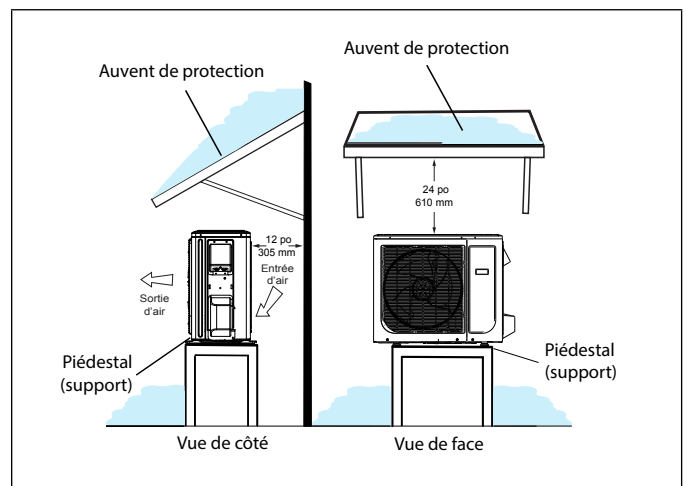
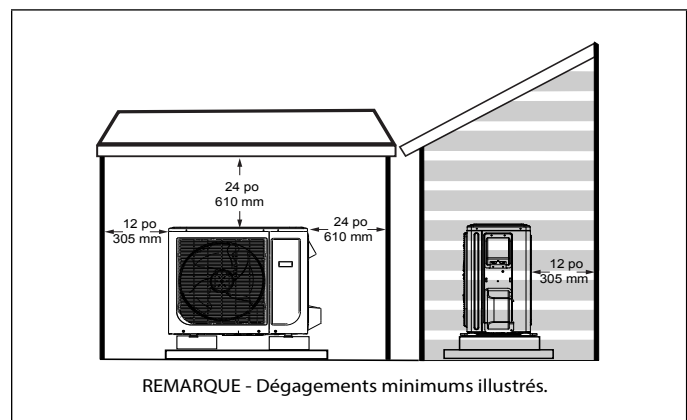

Figure 18. Unité extérieure sur piédestal avec auvent de protection
Figure 19. Abri de style niche à chien
- Si l'unité extérieure peut être exposée de manière prolongée aux rayons directs du soleil et atteindre des températures dépassant 100 °F (38 °C), il est recommandé de construire un auvent comme illustré à la «Figure 18. Unité extérieure sur piédestal avec auvent de protection» ou à la «Figure 19. Abri de style niche à chien» à la page 9.
- Installer l'unité à l'écart des porte-à-faux des toits pour empêcher l'eau ou la glace de tomber sur ou devant l'échangeur ou l'unité. Construire un auvent comme illustré à la «Figure 18. Unité extérieure sur piédestal avec auvent de protection».